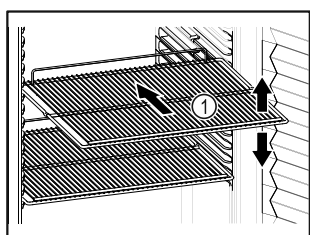

Fig. 59 Representación a modo de ejemplo
- ❑ Si los estantes de rejilla Fig. 59 (1) se pueden colocar en distintas posiciones, ajustarlos en altura.